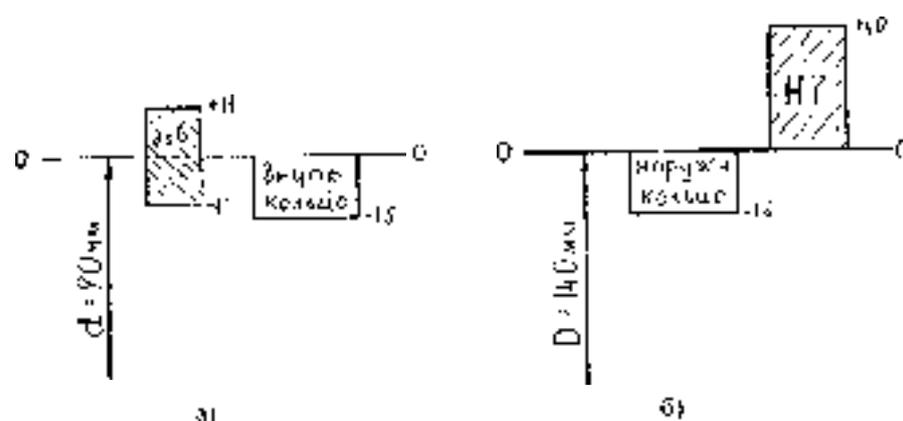

Рис.2. Схемы расположения полей допусков
6.5. Схема расположения полей допусков представлена на рис.2.